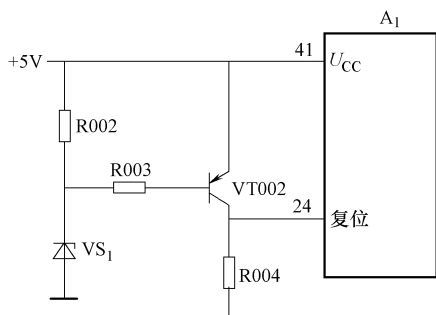

图 16-28 微控制器实用复位电路之三
3) 复位电路之三。如图 16-28 所示是微控制器中的另一种实用复位电路。电路中， $A_1$  是微控制器集成电路，其④脚是电源引脚，②④脚是复位引脚， $VD002$  是稳压二极管， $VT002$  是 PNP 型晶体管。